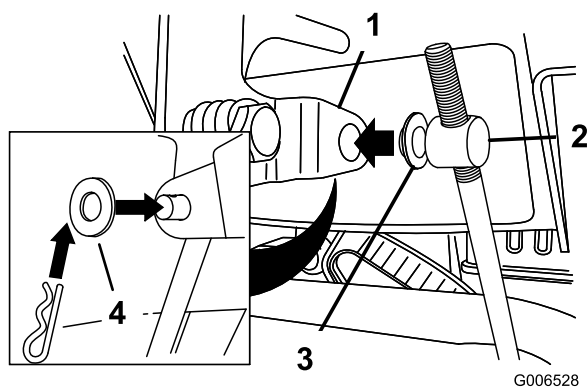

Figure 12
3. Retirez la goupille fendue et la rondelle extérieure du tourillon à l'extrémité supérieure de la tige de commande de vitesse (Figure 12).
**Remarque:** Pour faciliter l'installation, laissez la rondelle plate sur le tourillon (Figure 12).
6. Soulevez la tige de commande de vitesses et insérez le tourillon dans le trou du levier sélecteur de vitesses (Figure 12).